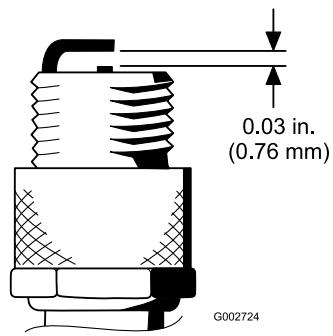

図 28
4. エアギャップを 0.76 mm に調整する(図 28)。ガスケット・シールと共に点火プラグをエンジンに取りつけ、200 in-lb. (236 N.m = 2.3 kg.m) にトルク締めする。トルクレンチがない場合は十分に締め付ける。